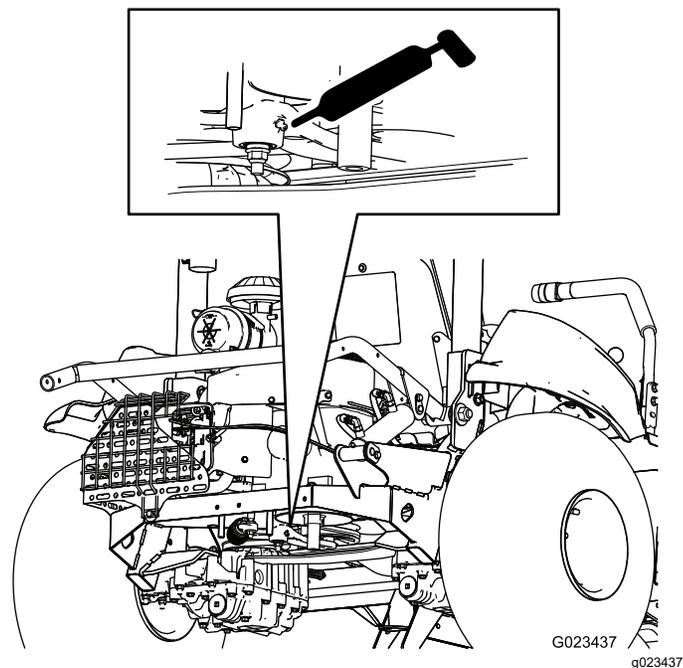

Рисунок 30
- Натяжитель ремня (1 шт.)—Рисунок 30